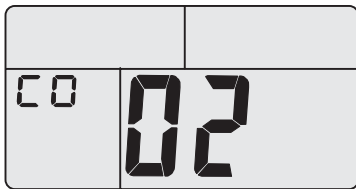

图 5.14
(2) 传输数据到掌上电脑或个人电脑。按 SET 键液晶屏显示当前测试组编号。按 + 键或 - 键可以选择要传输的测试组编号，+ 键选择后一组，- 键选择前一组。如图 5.14 所示